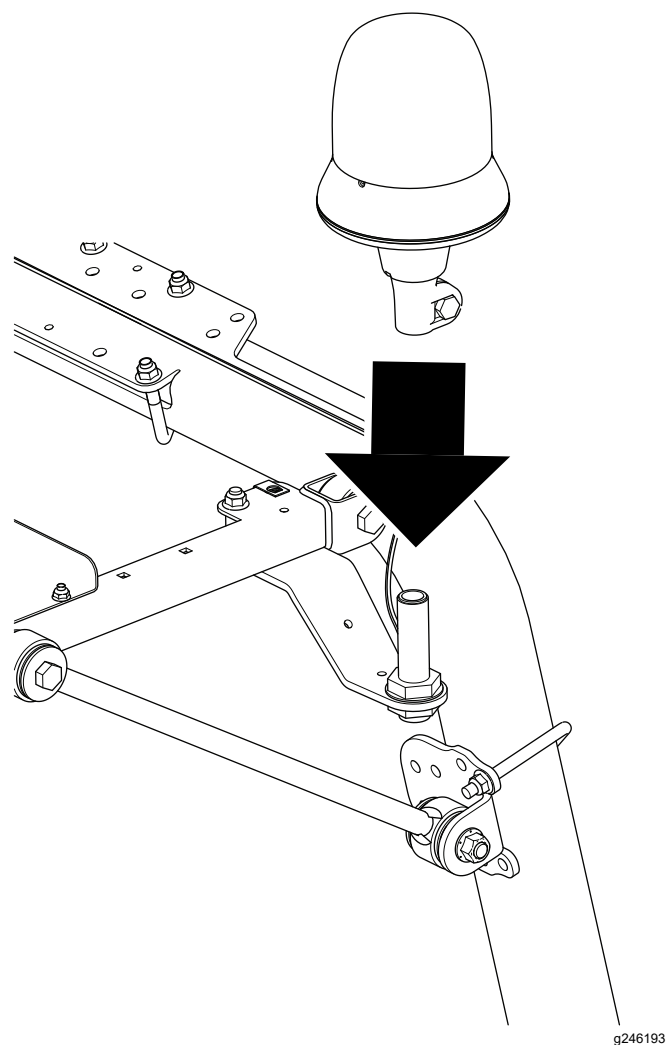

Рисунок 9
6. Установите маячок на гнездо и затяните гайку-барашек (Рисунок 9).